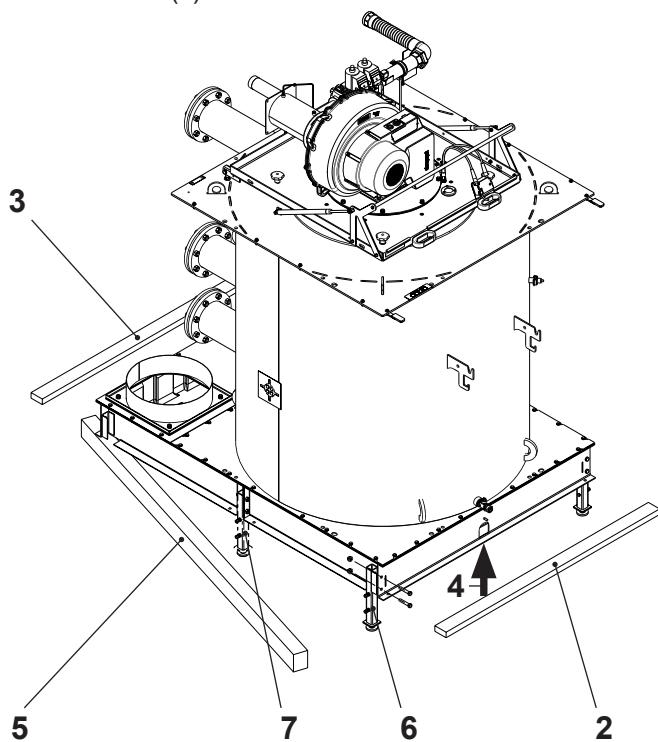

Fig. 07
3. Soulever la chaudière à l'avant avec un cric (4).
4. Retirer les deux planches latérales (5) devant par le côté (voir Fig. 07).
5. Prémontez les pieds avant (6) (serrer les vis à la main).
7. Retirer les deux planches latérales (5).
8. Prémontez les pieds arrière et, s'il y en a, ceux du milieu (7) (serrer les vis à la main).